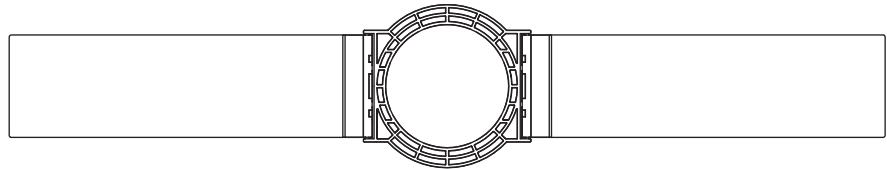

图 4. PMK 组件 (显示为 PMK 3)
1. 组装 PMK, 并在 PMK 框架上安装安装支架。(请参阅第 11 页的图 4)。